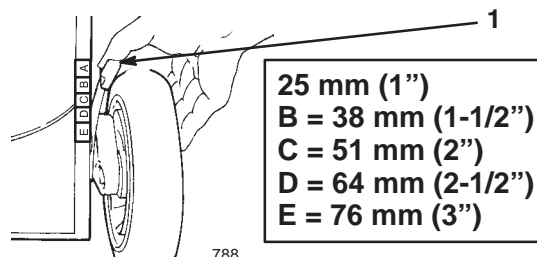

Figure 8
1. Pour changer la hauteur de coupe, tirez le levier de réglage de hauteur vers la roue et sélectionnez la position souhaitée (Fig. 8).